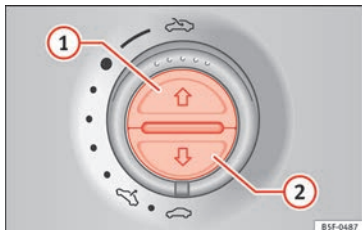

Abb. 138 Im Dachhimmel: Tasten für Sonnenschutzrollo.
Ganz öffnen (Automatiklauf):	Taste » Abb. 138 ① kurz drücken.
Automatiklauf stoppen:	Taste » Abb. 138 ① oder » Abb. 138 ② kurz drücken.
Zwischenposition einstellen:	Taste » Abb. 138 ① oder » Abb. 138 ② gedrückt halten, bis die Position erreicht ist.
Ganz schließen (Automatiklauf):	Taste » Abb. 138 ② kurz drücken.
Die Kraftbegrenzung kann die Gefahr von Quetschverletzungen beim Schließen des Panorama-Schiebedachs und des Sonnenschutzrollos vermindern » Abb. 138 ②. Wenn sie beim Schließen durch Schwergängigkeit oder durch ein Hindernis beeinträchtigt werden, öffnen sie sich sofort wieder.
• *Sonnenschutzrollo*: Innerhalb von 5 Sekunden nach dem Auslösen der Kraftbegrenzung die Taste » Abb. 138 ② so lange drücken, bis das Sonnenschutzrollo vollständig geschlossen ist.